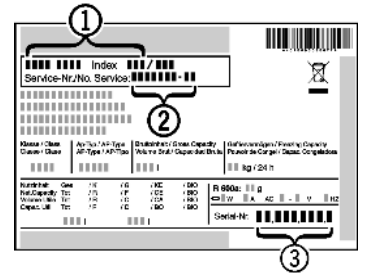

Fig. 11
- ▶ Прочетете от идентификационната табелка описанието на уреда *Fig. 11 (1)*, сервизния № *Fig. 11 (2)* и серийния № *Fig. 11 (3)*. Идентификационната табелка се намира на лявата вътрешна стена на уреда.
- ▶ Обадете се на сервизната служба и посочете неизправността, описанието на уреда *Fig. 11 (1)*, сервизния № *Fig. 11 (2)* и серийния № *Fig. 11 (3)*.